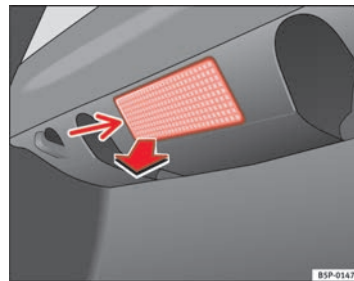

Fig. 198 Luz maletero
- Extraiga la tulipa haciendo presión sobre el borde de la parte interior de la misma -flecha- con ayuda de un destornillador por su parte plana ⇒ fig. 198. ►